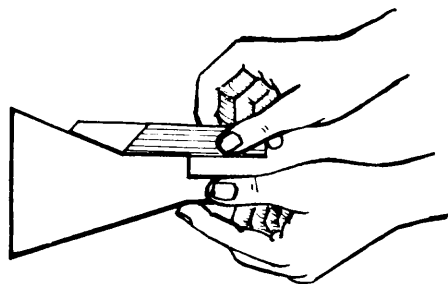

Fig. 5
- b Verifique los ángulos obtenidos con calibradores de ángulos (figs. 5 y 6).